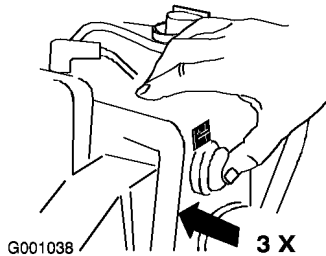

Bild 23
- Drücken Sie die Kaltstarthilfe kräftig dreimal mit dem Daumen, halten Sie die Kaltstarthilfe jeweils für eine Sekunde gedrückt (Bild 23).